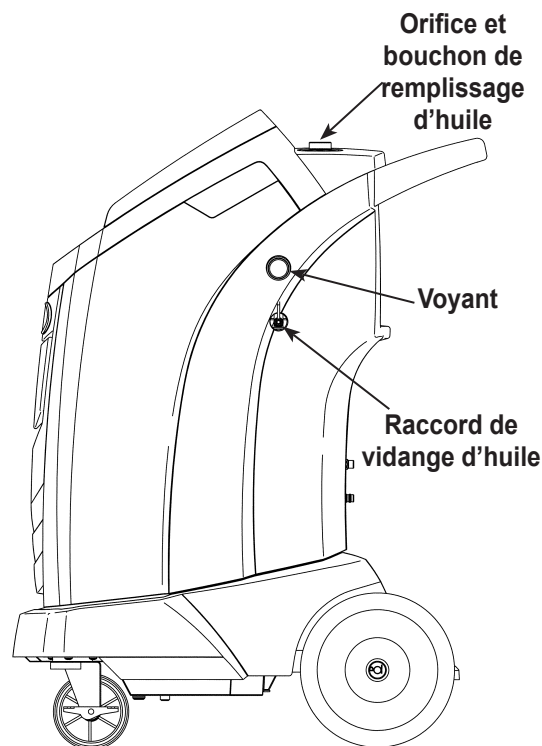

Figure 15
3. Après l'arrêt du compresseur, ouvrez **lentement** le bouchon de remplissage d'huile pour vérifier qu'il n'y a pas de pression dans la machine. Puis enlevez le bouchon avec précaution. Reportez-vous à la Figure 15.